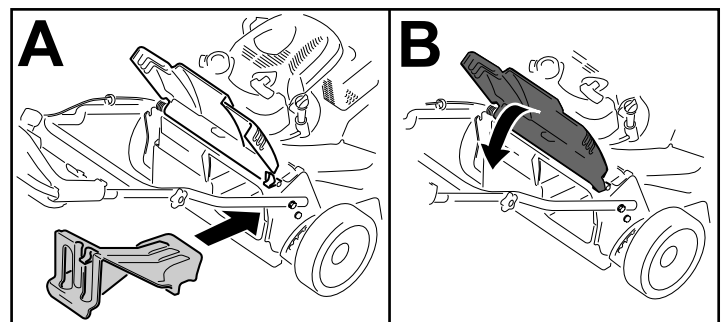

Bild 23
- Wenn die Heckauswurfklappe nicht eingesetzt ist, fassen Sie sie am Griff an, heben die Heckklappe an und setzen sie in den Heckauswurfkanal ein, bis der Riegel arretiert, siehe (Bild 23).
Wichtig: Stellen Sie sicher, dass die Heckauswurfklappe eingesetzt ist, bevor Sie den Rasenmäher als Recycler einsetzen (Bild 23).